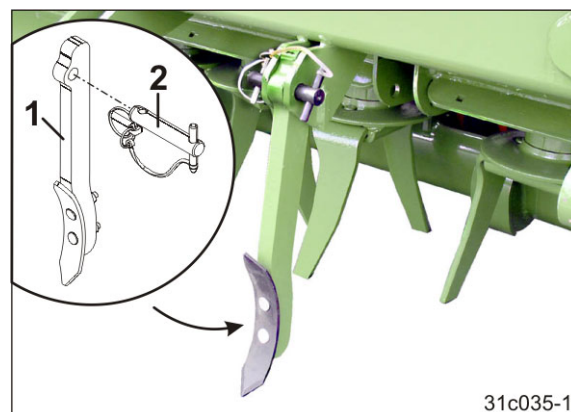

Fig. 70
4. Sæt mellemvoldløseren (Fig. 70/1) fast med en bolt (Fig. 70/2), og sørg for at sikre den med en ringsplit.